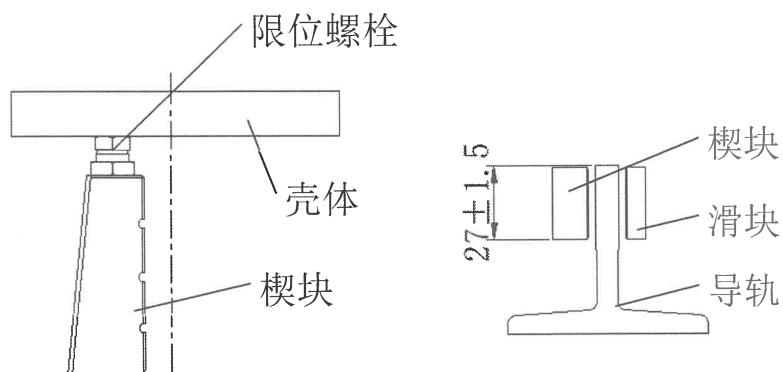

图 2
2.1.4. 楔块应滑动灵活，楔块限位螺栓应能接触壳体(图 2)。